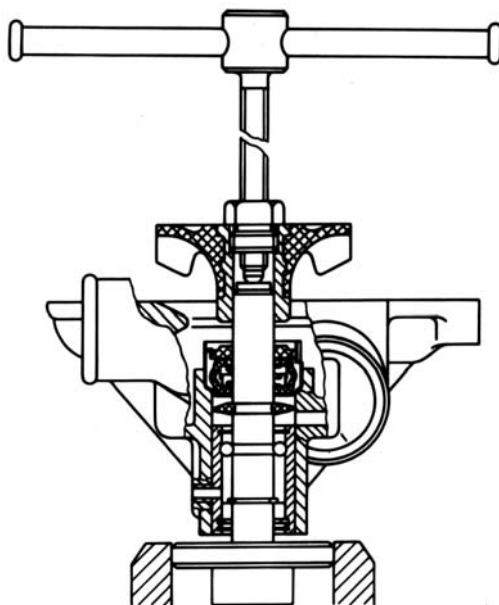

Рис. 3.1.53. Снятие крыльчатки насоса
- съемником снять крыльчатку (рис. 3.1.53);